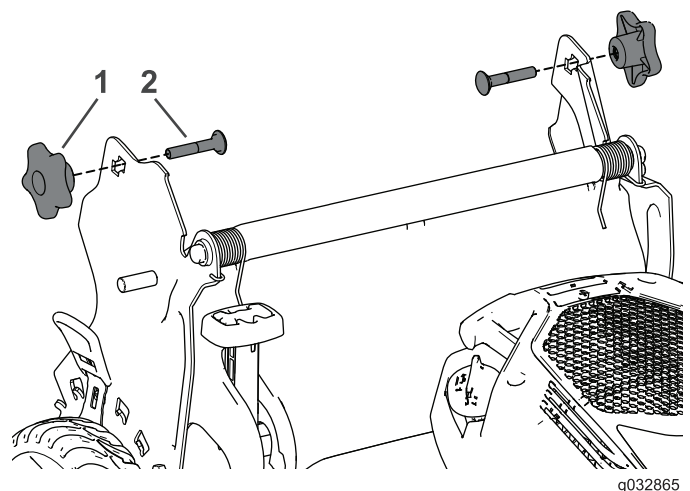

Figure 29
4. Insérez le boulon de carrosserie (la tête du boulon vers l'intérieur) dans le support du guidon et dans le trou supérieur à l'extrémité du guidon. Vérifiez que les bords carrés de chaque boulon de carrosserie s'engagent dans le trou carré supérieur ou inférieur du support de guidon correspondant (Figure 29).